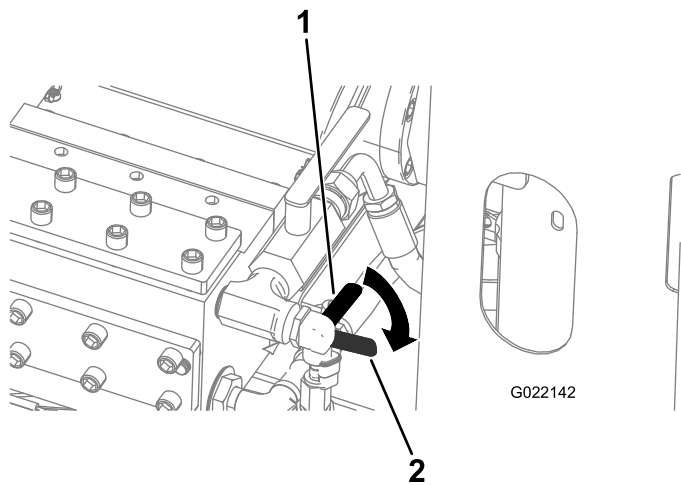

Figura 154
- A. Abra la válvula de anticongelante de la parte delantera de la bomba de fluido de perforación (la válvula inferior), según se muestra en la Figura 154.
6. Cierre la válvula de anticongelante (Figura 154).